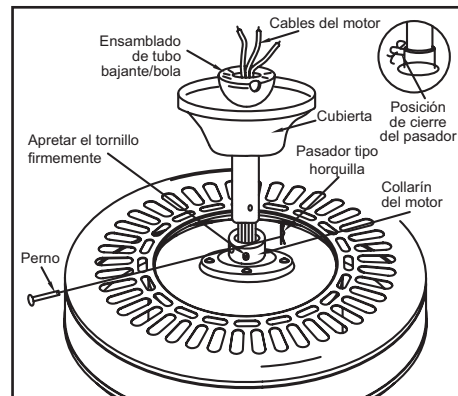

Figura 6
2. Inserta los cables que salen por la parte superior del motor del ventilador a través de la cubierta y luego a través del ensamblado del tubo bajante y la bola (Figura 6).
- no apretarlo contra el cableado dentro del tubo bajante. Inserta el pasador tipo horquilla en el orificio cercano al extremo del perno y dóblalo para garantizar la seguridad, tal como se muestra en el círculo de la Figura 6.
5. Vuelve a ajustar los dos tornillos del collarín en la parte superior de la carcasa del motor (Figura 6).